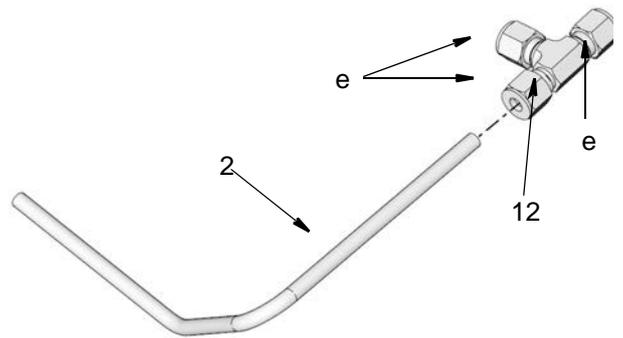

FIG. 17
- Die Muttern (e) lösen und das Verbindungsrohr (2) am T-Verbinder (12) anbringen. (FIG. 17)